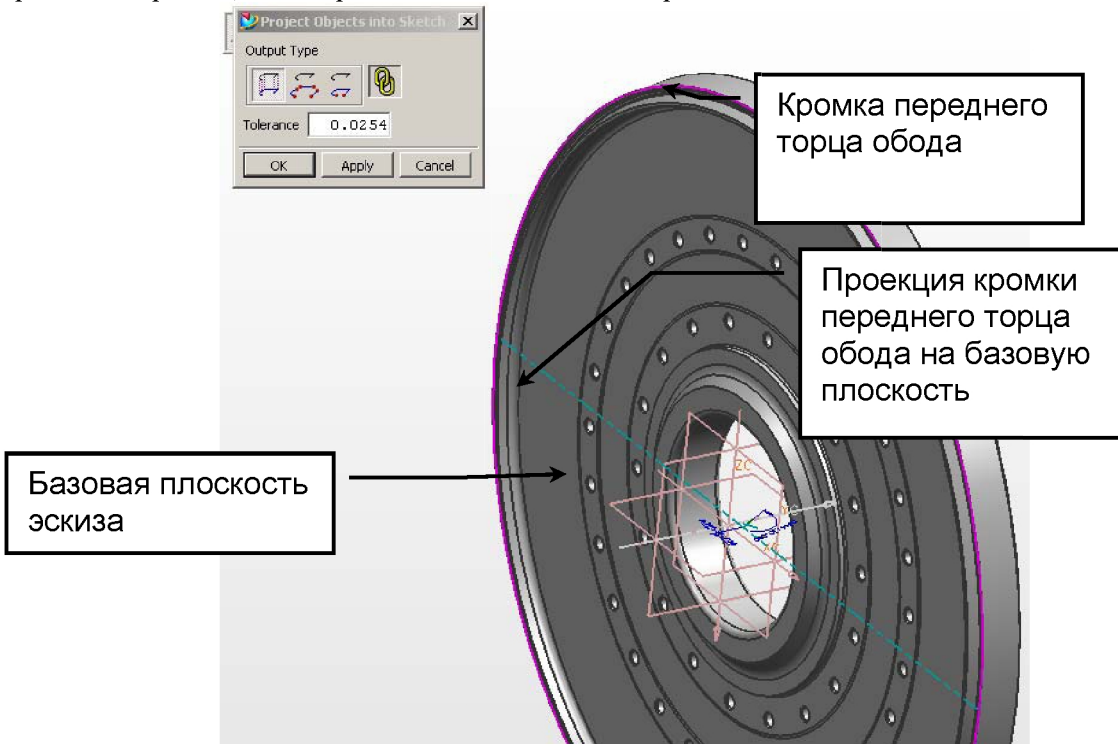

Рис. 42. Базовая плоскость эскиза и проекция передней кромки торца
- Создайте эскиз в базовой плоскости и спроецируйте кромку переднего торца обода на эту плоскость: **Insert** → **Project...** - Рис. 42;